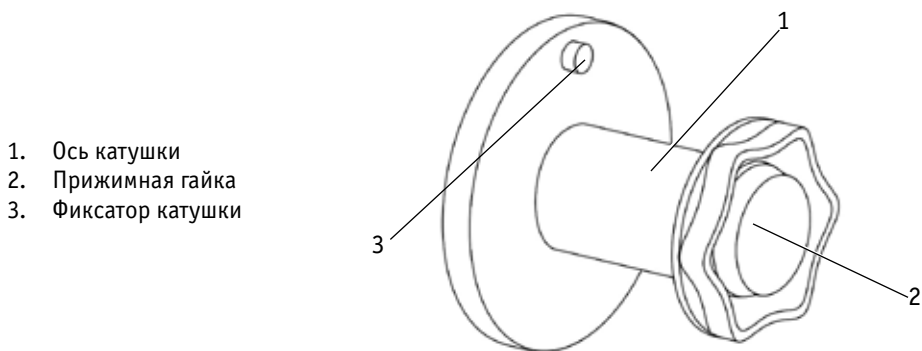
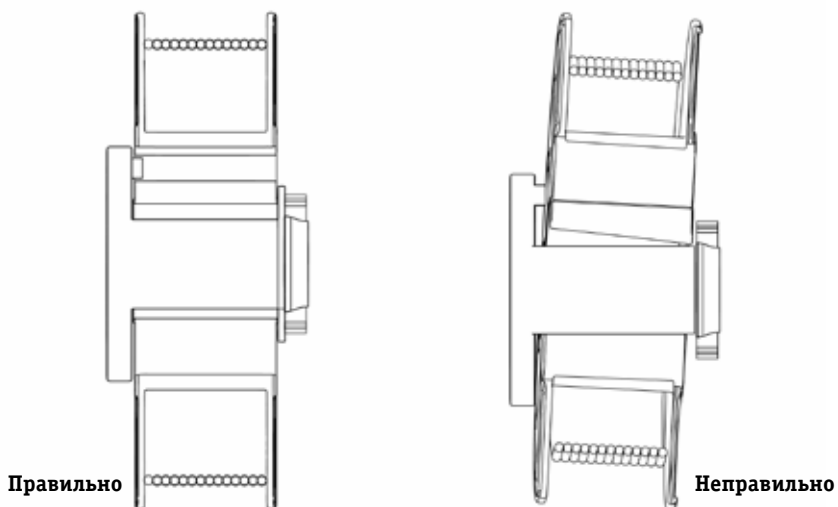

Рис. 8.4.1. Ось катушки.
Рис. 8.4.2. Установка катушки с проволокой на ось катушки.
Установите катушку с проволокой на ось катушки (см. рис. 8.4.1). Не допускайте перекоса катушки (см. рис. 8.4.2).
2. Установите катушку с проволокой совместите отверстие катушки и фиксатор адаптера, зафиксируйте её прижимной гайкой (см. рис. 8.4.2. п. 2).